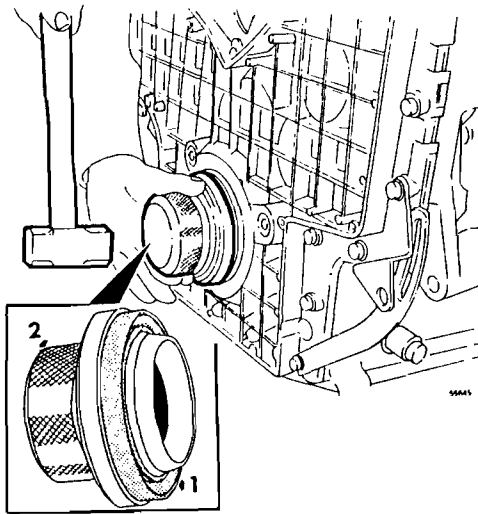

Fig. 182
- 36 Montar un nuevo anillo de estanqueidad en el mandril 6795, véase la fig. 182. Aceitar el borde exterior del anillo de estanqueidad e introducirlo golpeándolo hasta que el mandril llega hasta el fondo de la tapa de la distribución.